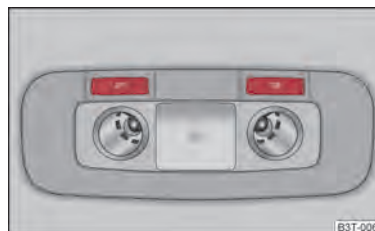

Abb. 43 Innenraumbeleuchtung und Leseleuchten hinten
- Drücken Sie die Schalter  \Rightarrow Abb. 43 um die Leseleuchten ein- bzw. auszuschaalten.